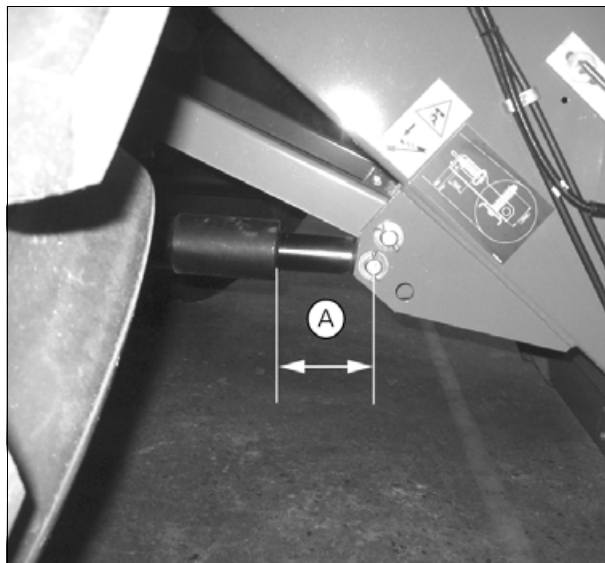

Рис. 11.
4. Поднимите главный приемный элеватор так, чтобы расстояние от силового цилиндра до оси болта с головкой под шплинт (А) *рис. 11* составляло: 115 mm.